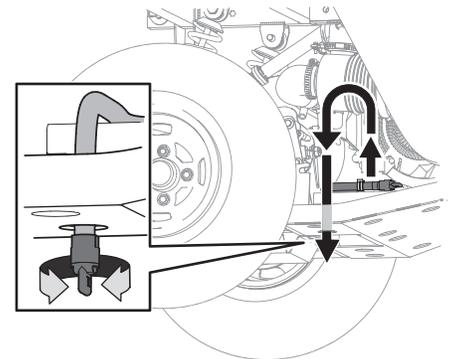

Figure 4-2
1. Placez le boyau de vidange d'huile dans le trou de la valve plus proche du boyau. Voir Figure 4-2.
2. Tournez le bouchon dans le sens anti-horaire, puis laissez l'huile couler dans un récipient approprié. Voir Figure 4-2.